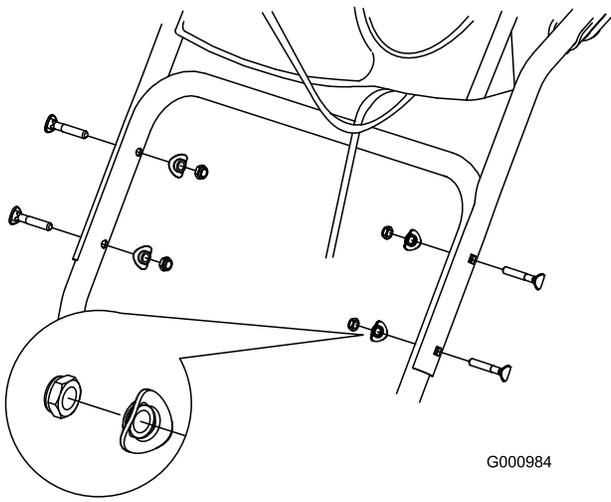

Bild 5
2. Befestigen Sie den oberen Holm mit vier Holmschrauben, vier gekrümmten Scheiben und vier Sicherungsmuttern aus der Tasche mit den losen Teilen (**Bild 5**).